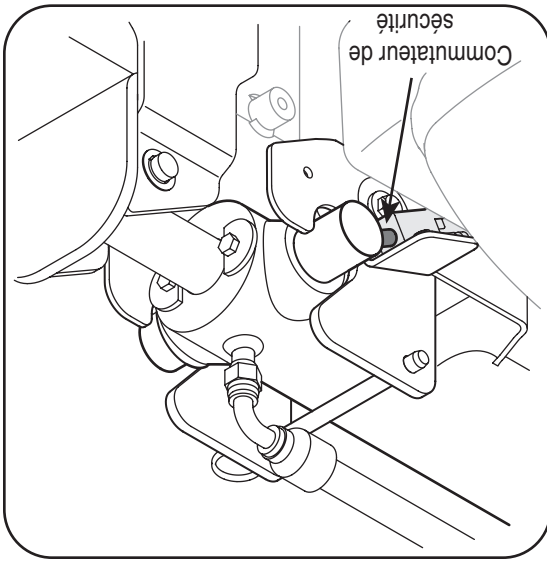

Figure 4-3
2. Utilisez la poignée pour faire glisser le cylindre vers l'arrière, vers la position de blocage. Embrayez le commutateur de sécurité et remettez la goupille de blocage en place. Voir la Figure 4-3.
Il a pour but d'empêcher la mise en marche du moteur si le cylindre n'est pas en position bloquée. Voir la Figure 4-3 quant à l'emplacement du commutateur de sécurité.